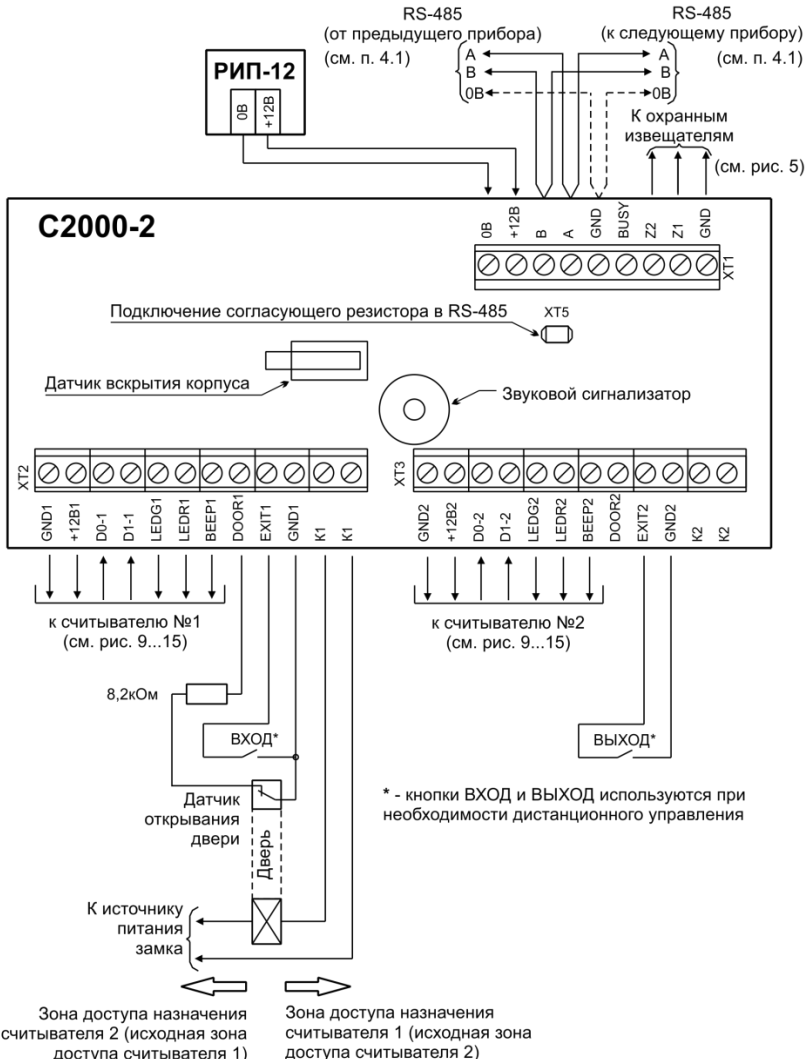

Рисунок 18. Схема подключения контроллера в режиме «Одна дверь на вход/выход»
4.8.1 Подключите цепи управления замком и датчик прохода к контактам контроллера, обозначение которых заканчивается цифрой 1 (см. рис. 18). Второе реле может управляться по интерфейсу RS-485 командами от пульта «С2000М» или компьютера.